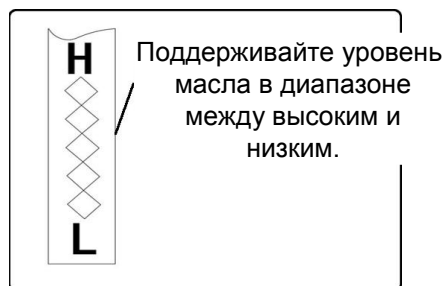

Рисунок 33
4. Выкрутите масляный щуп из маслозаливной горловины. Отметьте уровень масла. Если уровень масла на масляном щупе ниже отметки "LOW" ("НИЗКИЙ"), аккуратно долейте масло до отметки "HIGH" ("ВЫСОКИЙ"), см. рис. 33.